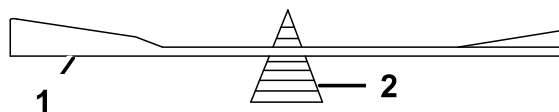

Figure 82
2. Vérifiez l'équilibre de la lame en la plaçant sur un équilibreur (**Figure 82**).